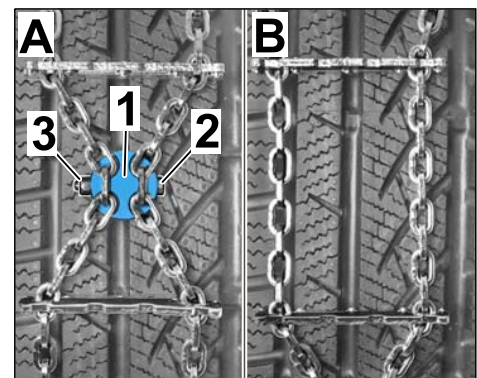

Bild 3
- 1.6.1 Schneekette "kürzen" (⇒ Bild 3 -A-):
- 1.6.2 Schneekette "verlängern" (⇒ Bild 3 -B-):